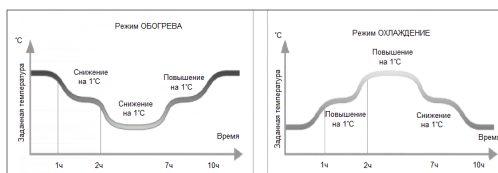

Рис.3
- Заданная температура повышается на 1°C в режиме охлаждения и понижается на 1°C в режиме обогрева через каждый час в течении первых двух часов работы, затем течение оставшиеся 8 часов работы не изменяется (см. рис.3-график ниже)